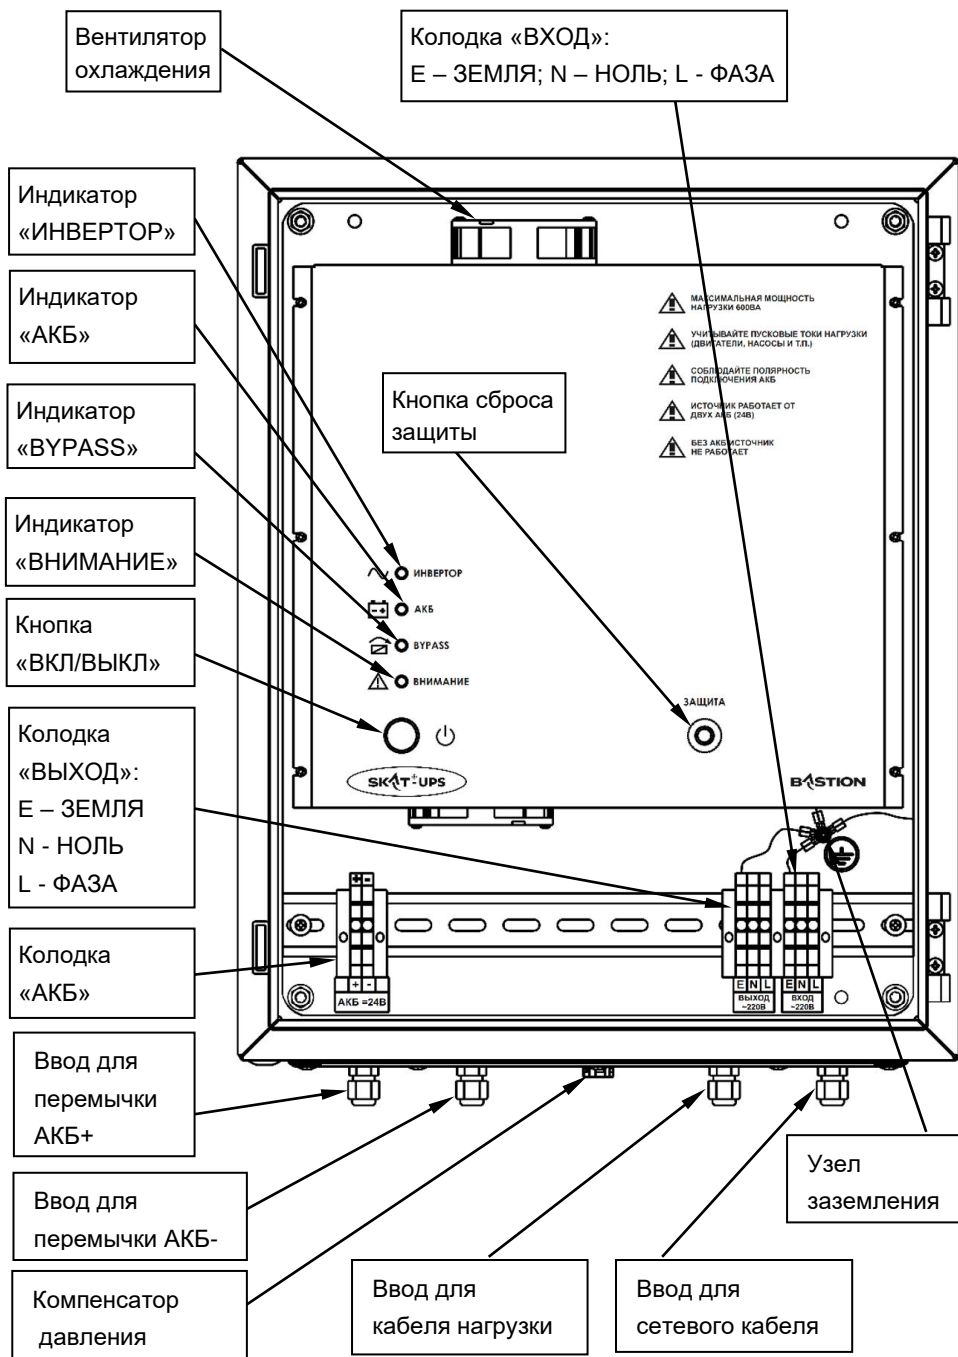

Рисунок 2 - Вид изделия с открытой дверцей
Установите кабельные вводы и компенсатор давления (входят в комплект поставки) в предусмотренные для них отверстия на нижней стенке корпуса изделия (см. рисунок 2).
Подключение внешних цепей к изделию выполняется через соответствующие кабельные вводы в соответствии с назначением клемм подключения (см. рисунок 2).
- Подключите к изделию, соблюдая полярность, провода для подключения внешней АКБ (см. рисунок 2).
- Зафиксируйте подведенные к изделию провода и кабели в соответствующих герметичных кабельных вводах (см. рисунок 2).
- После самотестирования изделие перейдет в режим «ОСНОВНОЙ», включится индикатор «ИНВЕРТОР» (см. рисунок 2).
Отключить сетевое напряжение. Изделие должно автоматически выполнить переход на резервное питание нагрузок от АКБ. Индикатор «ИНВЕРТОР» останется включенным, дополнительно включится индикатор «АКБ» и один раз в 4 секунды будет вспыхивать индикатор «ВНИМАНИЕ» (см. рисунок 2).
Включить изделие, нажав и удержав около секунды кнопку «ВКЛ/ВЫКЛ». Изделие выполнит те же действия, что и при работе от сети, за исключением того, что питание нагрузок осуществляется от АКБ. Изделие сразу перейдет в режим «РЕЗЕРВ», индикаторы «ИНВЕРТОР» и «АКБ» включатся (см. рисунок 2).